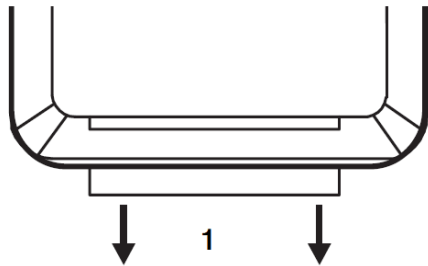

Figura 1
1. Prima di utilizzare il telecomando, rimuovere il foglio isolante di plastica dal telecomando e seguire la freccia per utilizzarlo (vedere Figura 1).